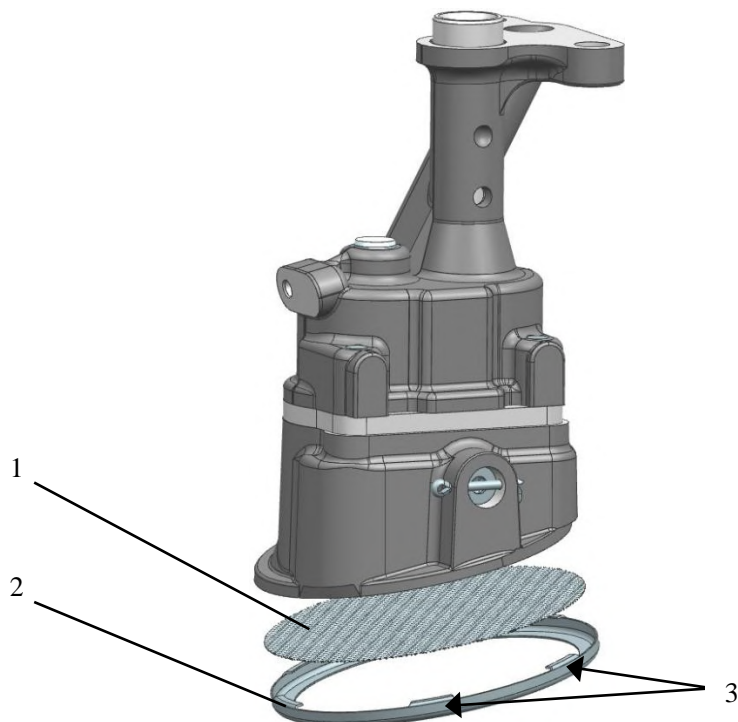

Abb. 121. Abnehmen des Rahmens mit dem Sieb vom Ansaugrohr der Pumpe:
- Die Laschen des Gehäuses 3 (Abb. 121) zurückbiegen, das Gehäuse 2 und das Sieb 1 abnehmen;